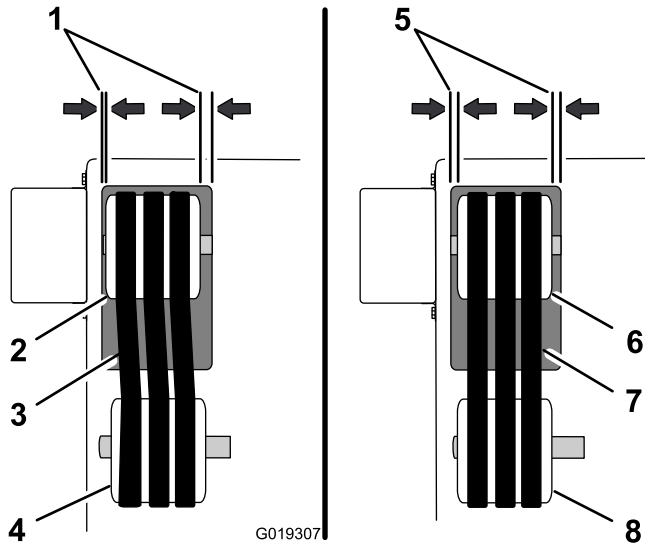

Figura 49
- Asegúrese de que la polea del eje está centrada en el hueco de la base de la máquina. Si la polea del eje está mal alineada, consulte el paso 3 de Alineación de las poleas (página 38) (Figura 49).
- Compruebe la alineación de la polea observando los lados de las correas; cada una debe discurrir en línea recta por encima de y entre las poleas (Figura 49). Si las correas y las poleas no están alineadas, alinee las poleas; consulte Alineación de las poleas (página 38).
3. Si la polea del eje del disco de corte está mal alineada en el hueco de la base de la máquina, o si no está apretada sobre el eje (Figura 49), haga lo siguiente: